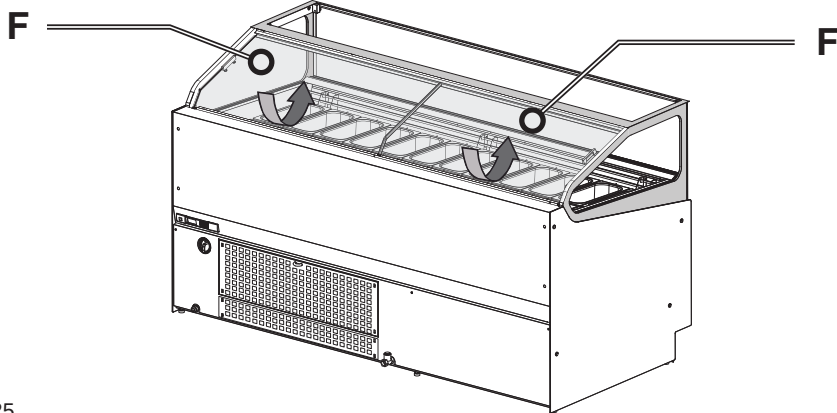

Fig.25
- Enfiler les vitres coulissantes (Fig. 25 Pos. F) si prévues. Le glissant inférieur doit être placé dans la partie gauche, le supérieur à droite.